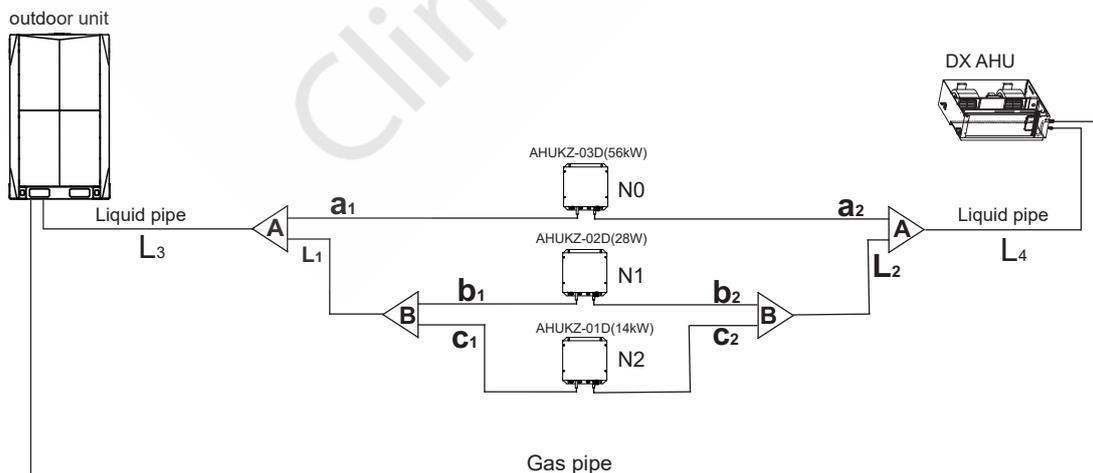

Figura 3-7
e.x.1: Fare riferimento alla Figura 3-7, la capacità della centralina a valle a L4 è di  $560 + 280 + 140 = 980$ , il tubo è Φ19,1.